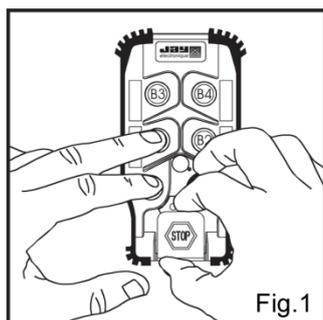

Fig.1
- déverrouiller le bouton d'arrêt coup de poing de l'émetteur (fig.1),
- déverrouiller le bouton d'arrêt coup de poing (fig.1),